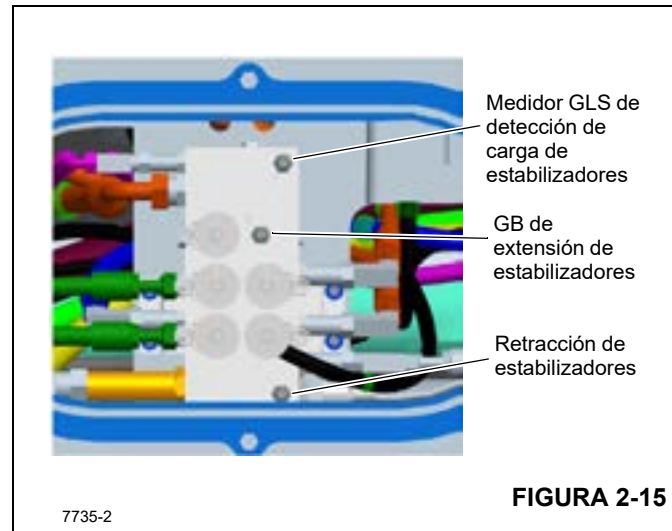

FIGURA 2-15
- a. Instale un manómetro con capacidad mínima de 345 bar (5000 psi) en la lumbrera para manómetro GB en el colector del estabilizador delantero. Consulte la Figura 2-15.